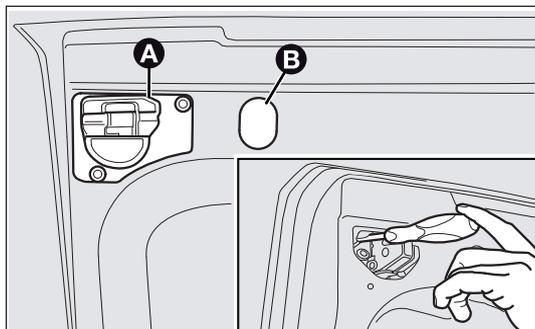

fig. 159b
- pour les versions avec toit surélevé et portes battantes, retirer la protection en plastique A-fig. 159b et le bouchon en caoutchouc B-fig. 159b montés par pression ; à l'aide d'un tournevis, agir sur les ailettes de retenue (voir schéma) et extraire le groupe ;